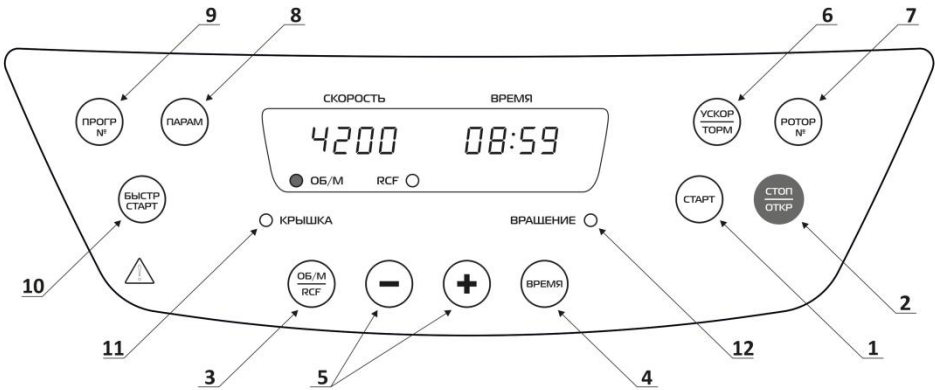

Рисунок 6
9.1. На панели управления (Рисунок 6) расположены элементы индикации и кнопки управления центрифугой. Функции кнопок управления и индикаторов приведены в Таблице 1.